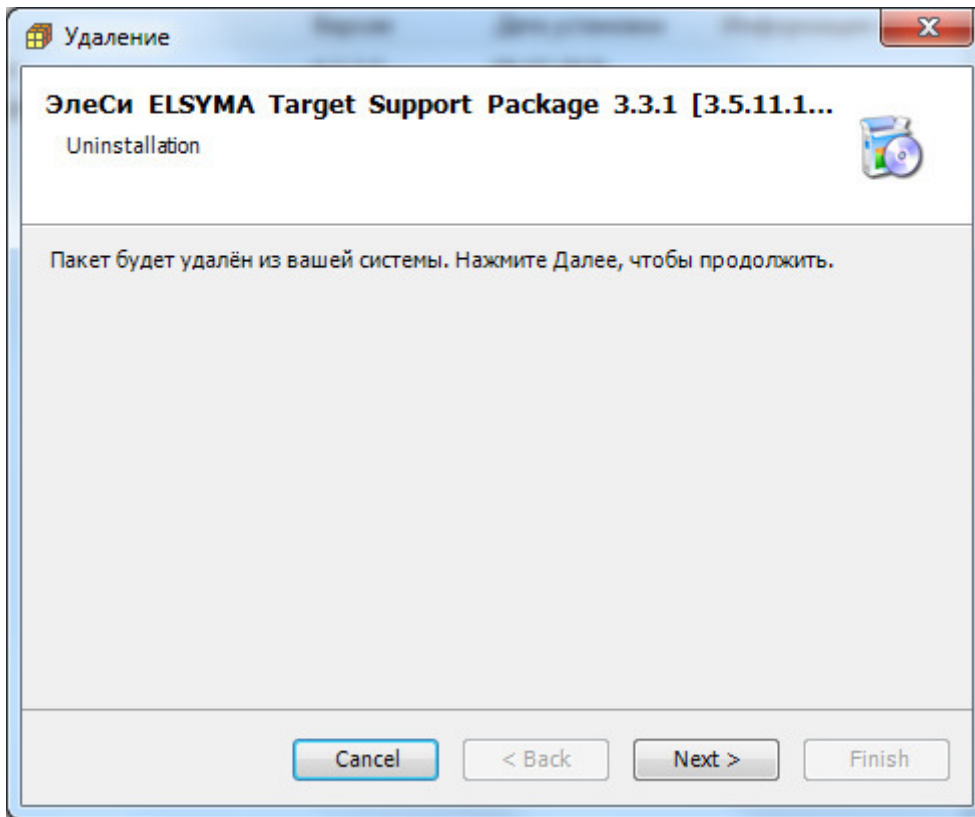

Рисунок 2.5 – Система разработки *CoDeSys*. Окно *Удаление*
- 3) В появившемся окне **Удаление** нажать кнопку «Next >» (рисунок 2.5), затем следовать указаниям системы (далее рекомендуется выбрать вариант типичной установки).